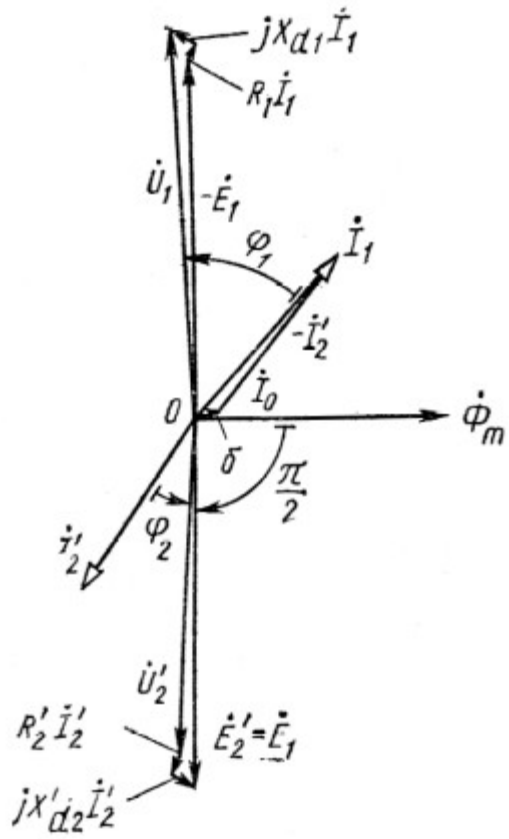

Рисунок 20 – Векторная диаграмма трансформатора
4. Построим векторную диаграмму трансформатора в общем виде (см. рис. 20).